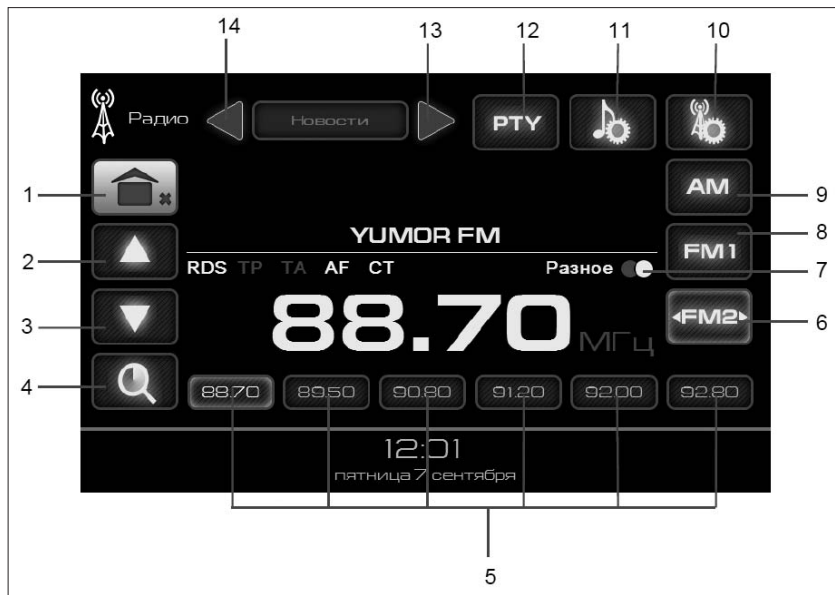

Рис. 3. Окно режима «Радио»
Кнопки **AM**, **FM1**, **FM2-FM4** (рис. 3) позволяют выбрать необходимый диапазон работы:
Длительное удерживание кнопки **1** (рис. 3) приводит к выходу в главное меню с выключением звука радиоприемника. Короткое нажатие кнопки **1** (рис. 3) позволяет перейти в главное меню, не выключая **Радио**.
Для включения автоматической настройки (автопоиска) вверх (вниз) по частоте нажмите кнопку **▲** (2) или **▼** (3) (рис. 3) и удерживайте ее более 2-х секунд. После настройки на радиостанцию автопоиск прекратится.
Последовательным коротким нажатием кнопок **▲** (2) или **▼** (3) (рис. 3) установите требуемую частоту настройки.
Для включения автоматического сканирования и сохранения радиостанций нажмите и удерживайте в течение 2-х секунд кнопку **4** (рис. 3), после этого радиоприемник автоматически настроится на частоты восемнадцати станций и запомнит их. После сохранения радиостанций радиоприемник автоматически переключится в режим прослушивания первой сохраненной радиостанции.
в течение 2-х секунд одну из кнопок **5** (рис. 3 **Ошибка! Источник ссылки не найден.**). Переключение на сохраненную радиостанцию осуществляется коротким нажатием на одну из кнопок **5** (рис. 3).
При стерефоническом приеме на дисплее высвечивается символ **OO** кнопки **7** (рис. 3). Нажав кнопку **7** (рис. 3 **Ошибка! Источник ссылки не найден.**), можно принудительно переключить радиоприемник в **монорежим**.
Для выбора типа программ при приеме **RDS**-станций нажмите кнопку **PTY** (рис. 3). (После нажатия должна включиться подсветка кнопки **PTY**)*. Кнопки **◀ (13)** и **▶ (14)** (рис. 3) позволяют вы-
Для автоматического поиска радиостанции, передающей выбранный тип программы, нажмите и удерживайте в течение 2-х секунд кнопки ▲ (2) или ▼ (3) на рис. 3.
Для выключения автоматического поиска по типу станции нажмите кнопку **PTY** (рис. 3).